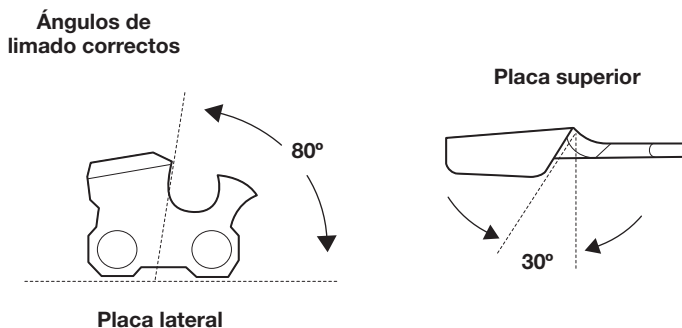

Fig. 41
- Aplique algunos golpes firmes en cada diente. Cuando se lima correctamente, la placa superior estará en un ángulo de 30° y la placa lateral estará en un ángulo de 80° (Fig. 41). La utilización de la lima y el soporte de lima correctos producirá automáticamente los ángulos correctos.